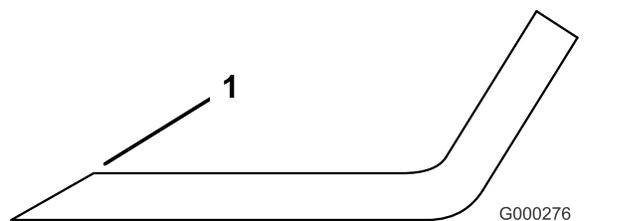

Рисунок 85
3. Проверьте режущие кромки на всех ножах. Заточите режущие кромки, если они затупились или выщерблены. Для обеспечения остроты затачивайте только верхнюю сторону режущей кромки и сохраняйте первоначальный угол заточки (Рисунок 85). Балансировка ножа не нарушается, если с обеих режущих кромок удаляется одинаковое количество материала.